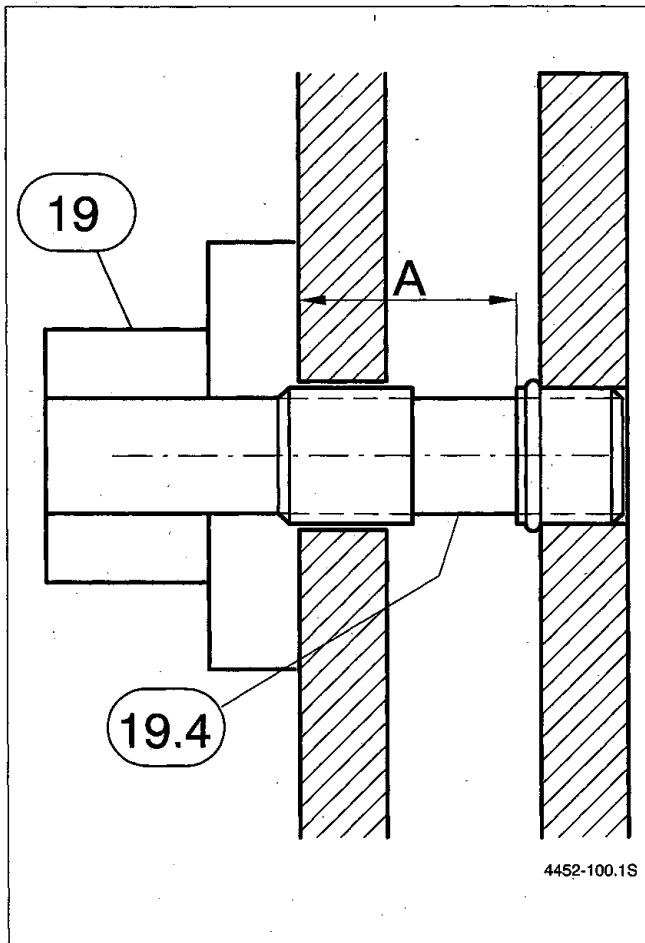

Bild 16
**b) bei Keramikrohr Fabr.-PLEWA (Bild 16):**